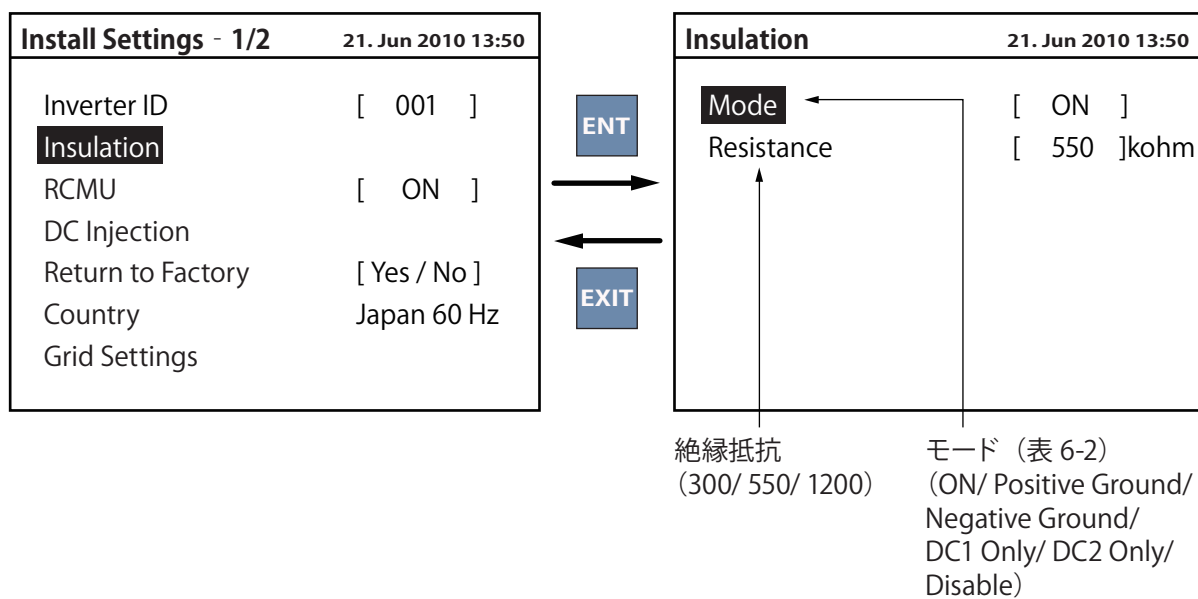

図 6-16 Insulation 設定画面
- **Insulation** : このモードを起動させると、パワーコンディショナの運転前に、太陽電池の絶縁抵抗がシステムの設定値 (Resistance) より高いか否かをチェックし、設定値より低ければ運転を一時停止します。ユーザーは下記の DC 側の各配線方式に応じて、異なるモードを設定できます。選択可能なモードは ON、Positive Ground、Negative Ground、DC1 Only、DC2 Only および Disable の 6 種類です。(図 6-16)
- **Grid err. Lock**: 高圧連系で求められる停電復帰時の手動復帰機能。自動復帰 (OFF) と手動復帰 (ON) の選択が出来ます。